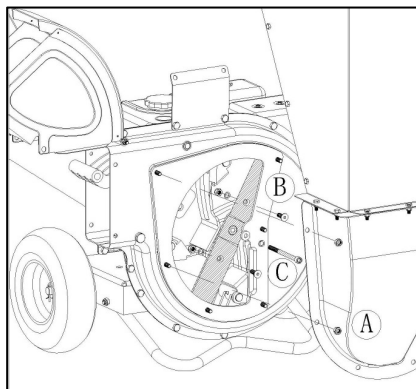

Figure 1-2
2. Fjern de bolte der holder selve fødekamret udenfor huset. Se figure 1.2.